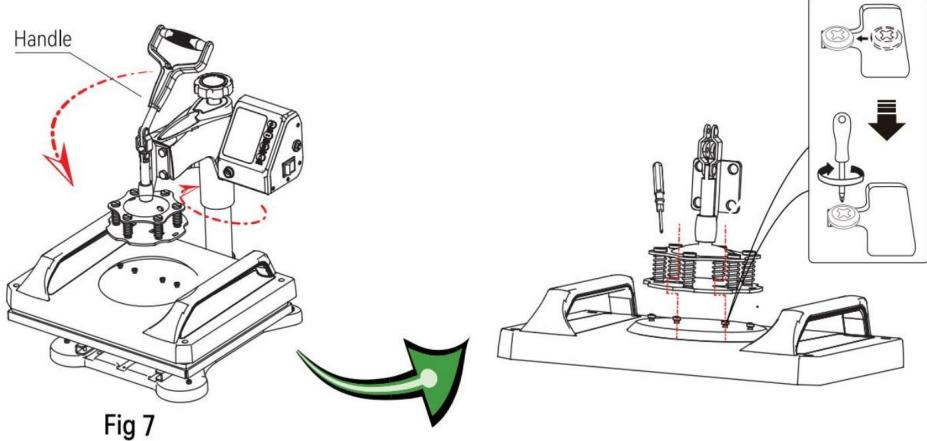

Fig 7
7. Vrid tillbaka huvudet till den ursprungliga positionen och tryck försiktigt ned handtag så att koppkåpan på koppsskruven ovanför tryckplattan snäpper in i skåran och lås den sedan på plats med en skravmejsel (som visas i fig 7)